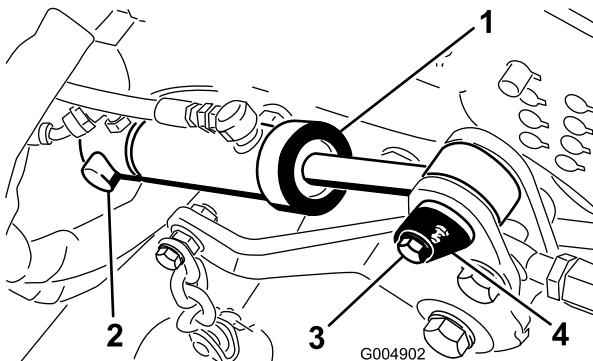

Рисунок 97
9. Снимите стопорное кольцо, которое крепит заднюю часть подъемного цилиндра деки к поворотному штифту (Рисунок 97).
10. Выверните винт крепления поворотного штифта переднего цилиндра к раме газонокосилки (Рисунок 97).
12. Снимите передний поворотный штифт и снимите цилиндр с заднего штифта (Рисунок 97).